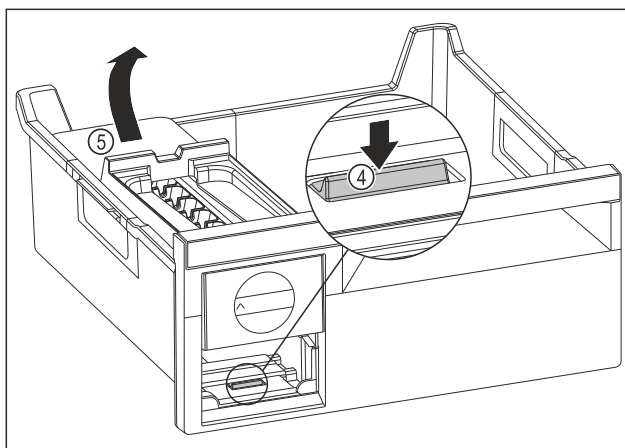

Fig. 183
- ▶ Estrarre il corpo dell'EasyTwist-Ice: Con un dito spingere la linguetta Fig. 183 (4) verso il basso e allo stesso tempo, con l'altra mano, sollevare il corpo dell' EasyTwist-Ice Fig. 183 (5) da dietro.